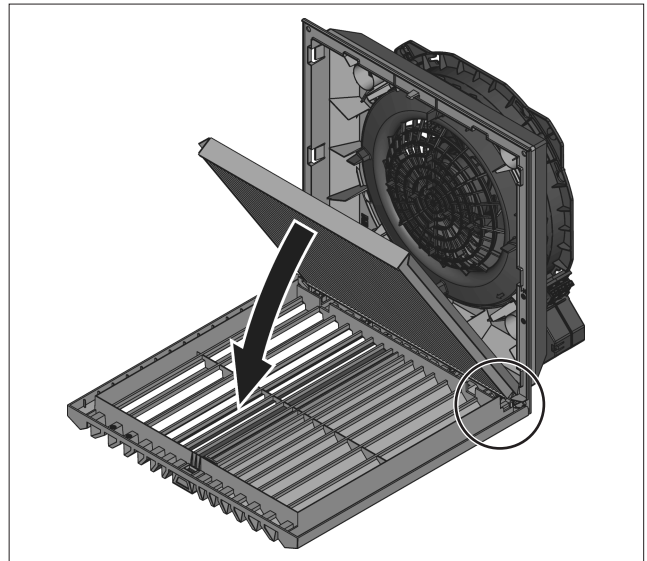

Abb. 14: Faltenfilter IP54 einbauen
- Legen Sie einen neuen Faltenfilter in das Lamellengitter ein. Der Schriftzug „Top“ kennzeichnet die Einlegerichtung (siehe Abb. 14).